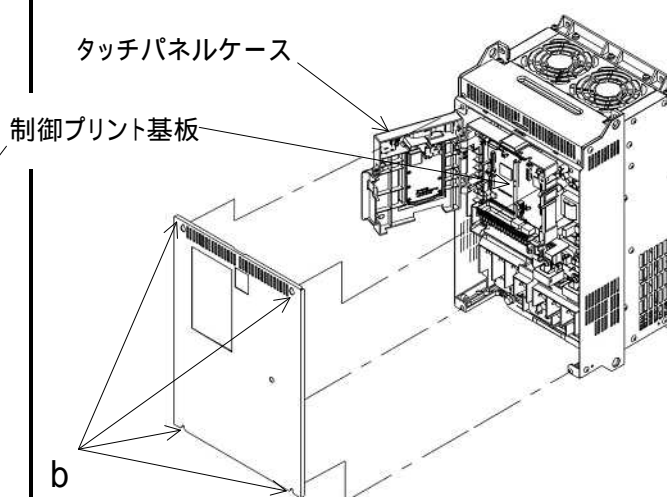

図 2.1-2 前カバーの取外し方法
- (1) 図 2.1-2 のように、b 部の表面カバー取付けネジ(容量により個数は異なります)を外し、表面カバーを取り外してください。
- (2) タッチパネルケースを開けてください。
- (1) 制御プリント基板のオプション取付け用金具の3カ所 "a" ~ "c" に、付属のスペーサ "d" (3本) を取り付けます。
- (2) 本インタフェースカードのコネクタ (CN1) が制御プリント基板のコネクタ (B-port) に接続するように、インタフェースカードを取り付けます。
- (3) 付属のねじ "e" (3本) を締めてインタフェースカードを固定します。
- (4) 電源ケーブルを、制御プリント板上の CN24 に接続して下さい。
- (5) 図 2.1-1, 図 2.1-2 の「前カバーの取外し方法」を参照して、前カバーを取り外した手順と逆に取り付けます。
- (1) 制御プリント基板のコネクタ(D-port)に、デジタル 16bit オプションを取り付けます。
- (2) デジタル 16bit オプションの取付け用穴(①～⑥)の①と②にデジタル 16bit オプション付属のねじ"a"(2本)を、③～⑥にスペーサ"b"(4本)を取り付けます。
- (3) 制御プリント基板のオプション取付け用金具"c"には、インタフェースカード付属のスペーサ"d"(1本)を取り付けます。
- (4) 本インタフェースカードのコネクタ(CN1)が制御プリント基板のコネクタ(B-port)に接続するように、インタフェースカードを取り付けます。
- (5) 付属のねじ"e"(3本)を締めてインタフェースカードを固定します。
- (6) 電源ケーブルを、制御プリント板上のCN24 に接続して下さい。
- (7) 図 2.1-1、図 2.1-2 の「前カバーの取外し方法」を参照して、前カバーを取り外した手順と逆に取り付けます。